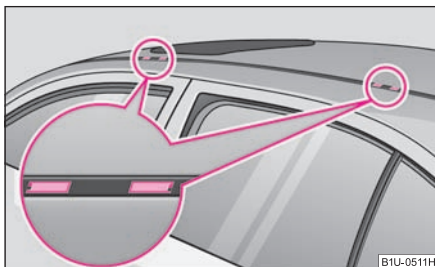

Fig. 85 Puncte de fixare ale suportului principal
- Capacele din material plastic ⇒ fig. 85 se pot scoate introducând în locașul din capace o șurubelniță subțire și dislocând cu grijă capacele, fără a deteriora vopseaua autovehiculului.